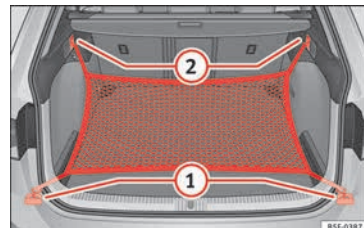

Fig. 177 En el maletero: argollas ① y ganchos ② para enganchar la bolsa de red (modelo LEON ST).
- Fije los ganchos cortos de la red en las argollas de amarre » » » **fig. 177** ① » » » ⚠. La cremallera de la bolsa tiene que quedar hacia arriba.
- Fije las cintas en los ganchos para colgar bolsas ②.